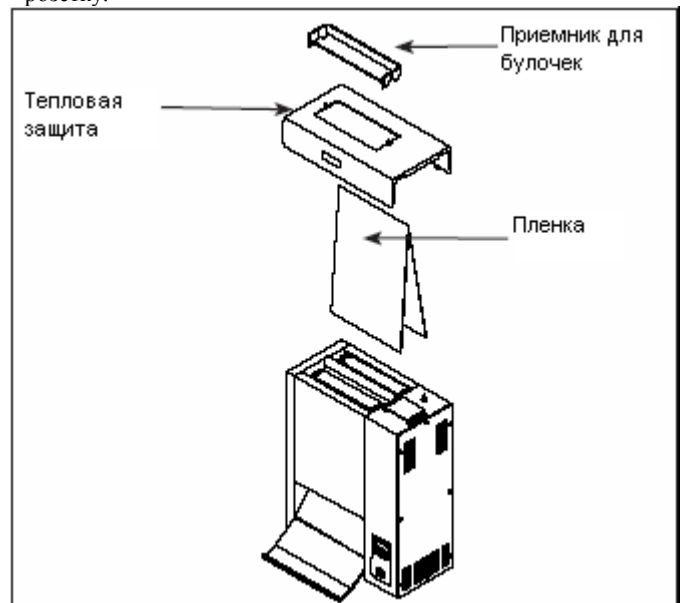

Рисунок 1. Составные части.
2. Наденьте жаростойкие перчатки. Снимите приемник для булочек, тепловую защиту и лоток для булочек (Рисунок 1). Протрите эти части влажным пропитанным дезинфицирующим средством полотенцем, и дайте им высохнуть.